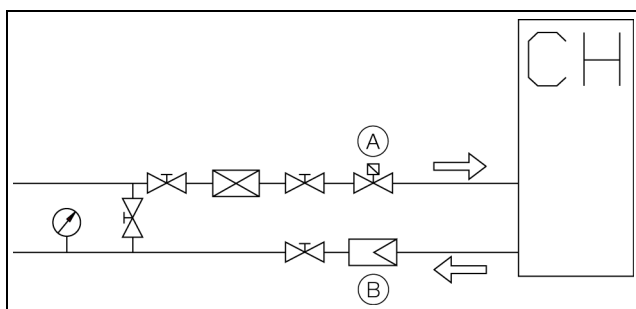

Abb. 26: Installationsbeispiel mit Rückschlag- und Magnetventil
- In den Chillern ist ein druckloser Wassertank installiert. Er kann daher nur höher als der Verbraucher installiert werden. Für die Installation auf geringerer Höhe empfehlen wir, ein Rückschlagventil im Vorlauf sowie ein Magnetventil im Rücklauf des Kühlmediumkreislaufs zu installieren (Option), um einen eventuell möglichen Überlauf des Tanks zu vermeiden (Abb. 26).